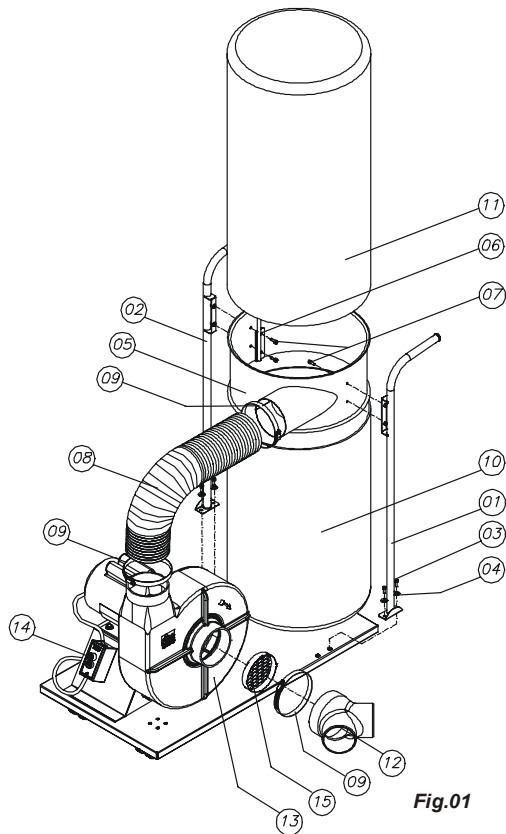

Fig.01
- **A tela de proteção (15) Fig. 01 tem como finalidade evitar a exaustão de pedaços de madeira ou outros objetos de tamanho superior ao diâmetro dos orifícios, que podem causar a quebra do rotor do exaustor, ou a queima do motor. Recomenda-se não retirar esta tela. A fim de não comprometer a eficiência do sistema recomenda-se efetuar freqüentemente a limpeza da tela.**